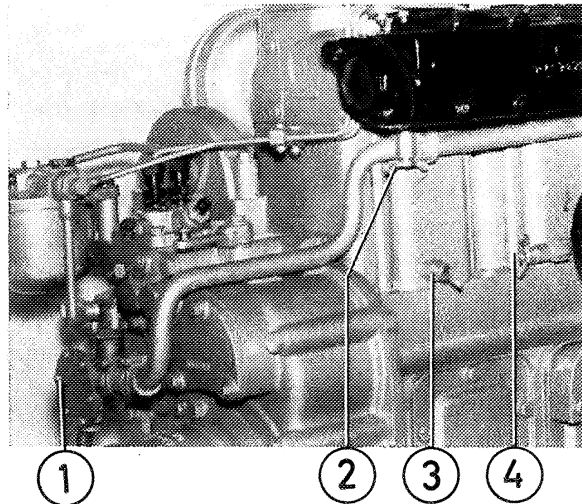

Fig. 6. Vidange d'eau de refroidissement.
1. Ouvrez les robinets de vidange (3 et 4, Fig. 6) du côté tribord du bloc-cylindres.
2. Ouvrez le robinet de vidange (2) sous le collecteur d'échappement.
3. Fermez le robinet de fond, enlevez le bouchon (1) de la pompe à eau de mer et veillez à ce que la conduite sous pression de l'eau de refroidissement soit vidée.